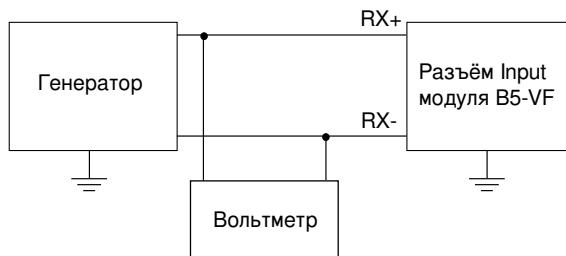

Рис. 9.4. Схема подключения
1) Определение основной абсолютной погрешности измерения уровня сигнала ИУ в диапазоне 0...20 дБ проводят методом сравнения показания поверяемого прибора с эталонным вольтметром. Схема подключения прибора приведена на рис. 9.4.
Определение неравномерности частотной характеристики ИУ проводят методом непосредственного измерения напряжения эталонным вольтметром на входе поверяемого прибора на частотах, приведённых в табл. 9.5. Схема подключения прибора приведена на рис. 9.4.
Определение абсолютной погрешности измерений уровня сигнала ИУ в режиме с ПФ 0,3...3,4 кГц проводят методом сравнения показаний прибора с эталонным вольтметром. Схема подключения прибора приведена на рис. 9.4.